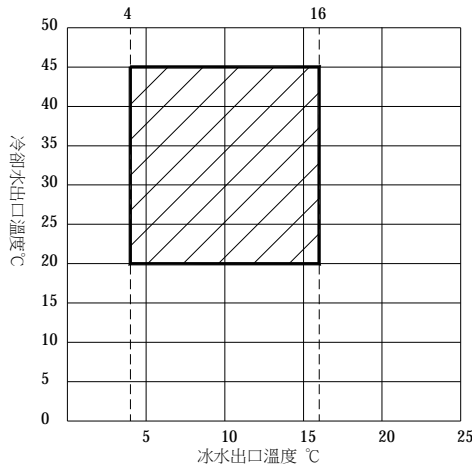

图 3-4：出水温度范围
- 1) 夏季机组运行时，冷凝器的冷却水出水温度和蒸发器冰水出水温度范围见下图（图 3-4）。